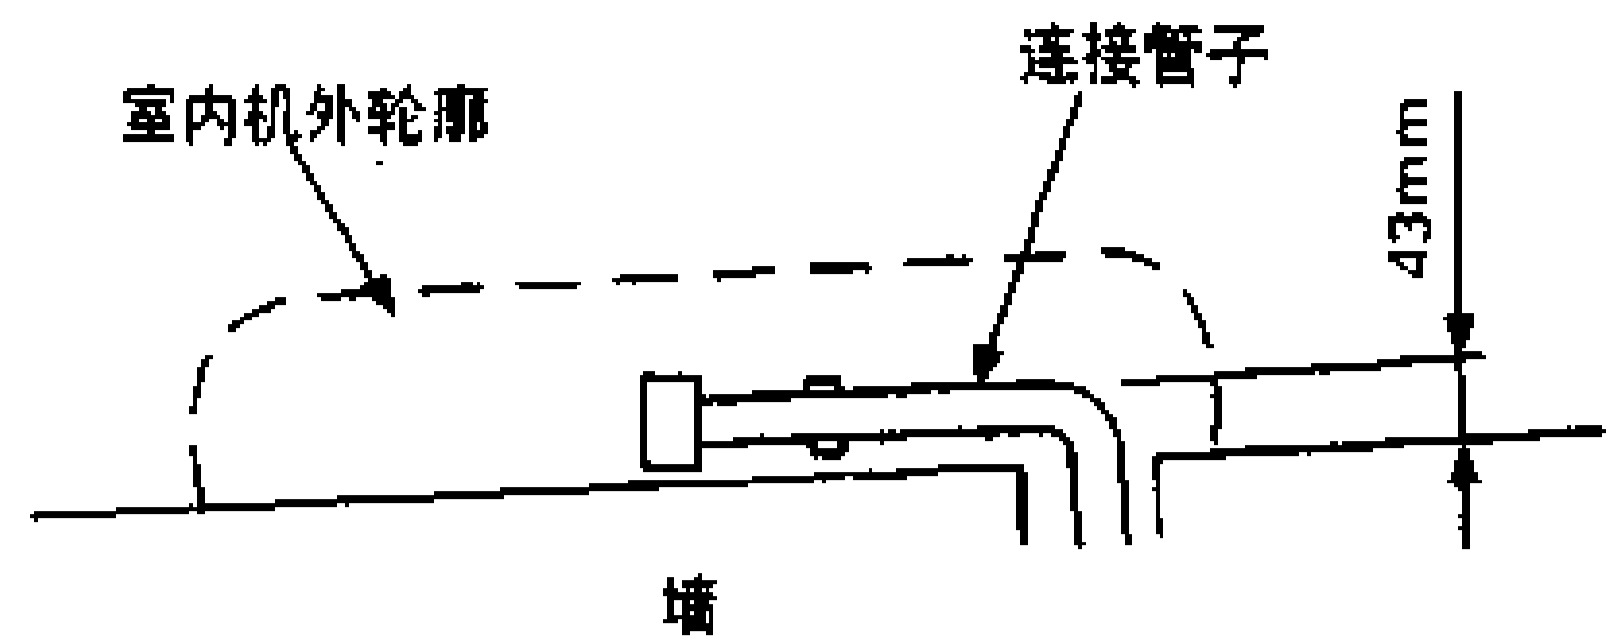

图 13-2-10
3) 要向左手方面连接管子时, 请按图 13-2-10 所示来弯曲管子。